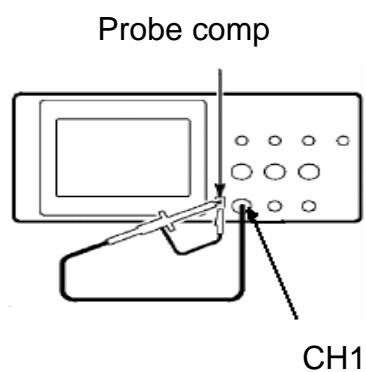

Fig. 5 プローブの接続
プローブの先端とグラウンドのクリップをプローブ補正コネクタに接続してください。(Fig.5 参照)
1. プローブのスイッチを切り替えてメニューの減衰係数を 10X に設定し、チャンネル CH1 にオシロスコープ・プローブを接続してください。接続するときは、プローブのフックチップを使って、プローブと本体の接続部分をしっかりと固定してください。プローブ補正の信号コネクタにプローブのチップを接続し、グランド端子にプローブのグランドクリップをつなぎます。その状態で AUTOSET ボタンを押しましょう。(Fig.5 参照)